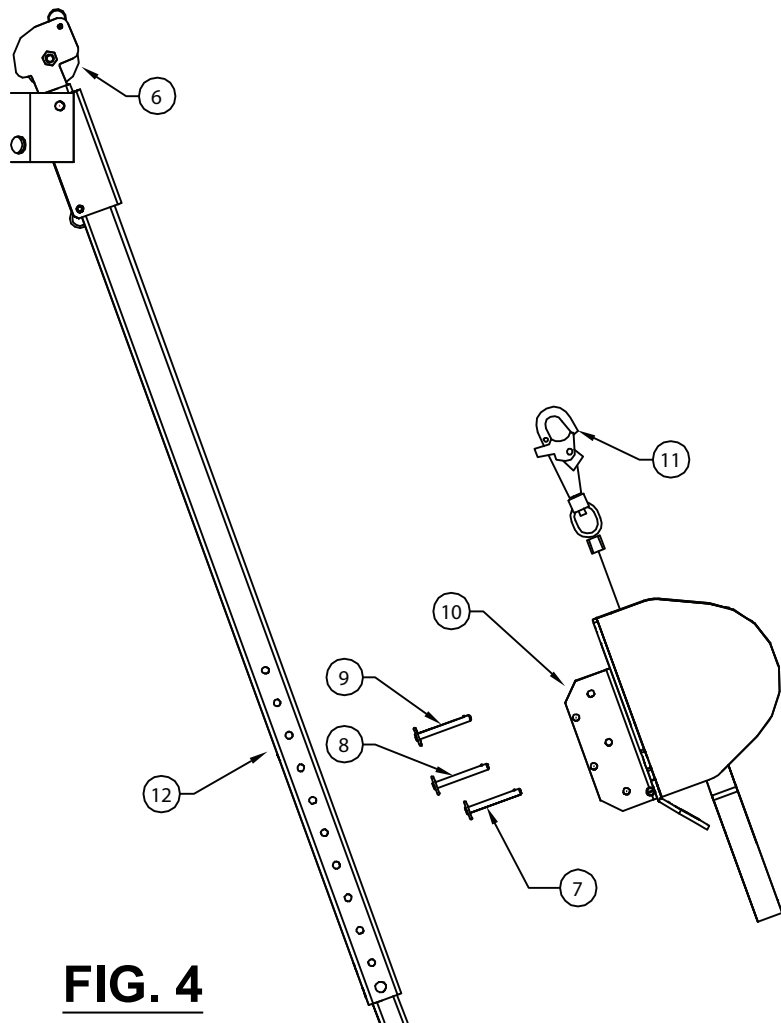

FIG. 4
2. Retire los pasadores de montaje del cabrestante [7], [8] y [9] del soporte de montaje del cabrestante [10] y coloque el cabrestante de modo que el cable [11] suelte el cabrestante tal como se muestra (vea la Fig. 4).